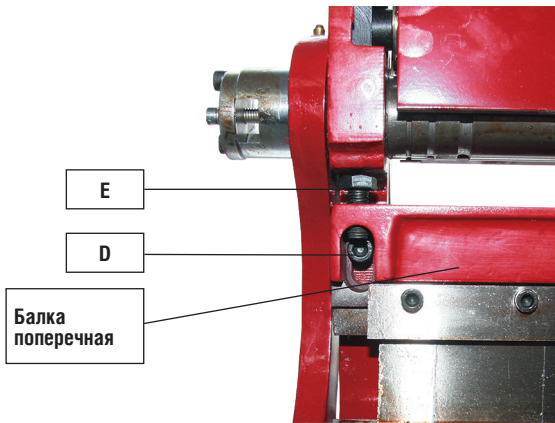

Рисунок 7 – Регулировка для гибки 90°
1. Немного ослабьте зажимные винты (D, рис.7).
2. Поверните регулировочные гайки гибочной шины (Е, рис. 7), расположенные с каждой стороны шины, пока тестовый изгиб не будет показывать 90° с каждой стороны шины.
3. Затяните зажимные винты (D, рис. 7).